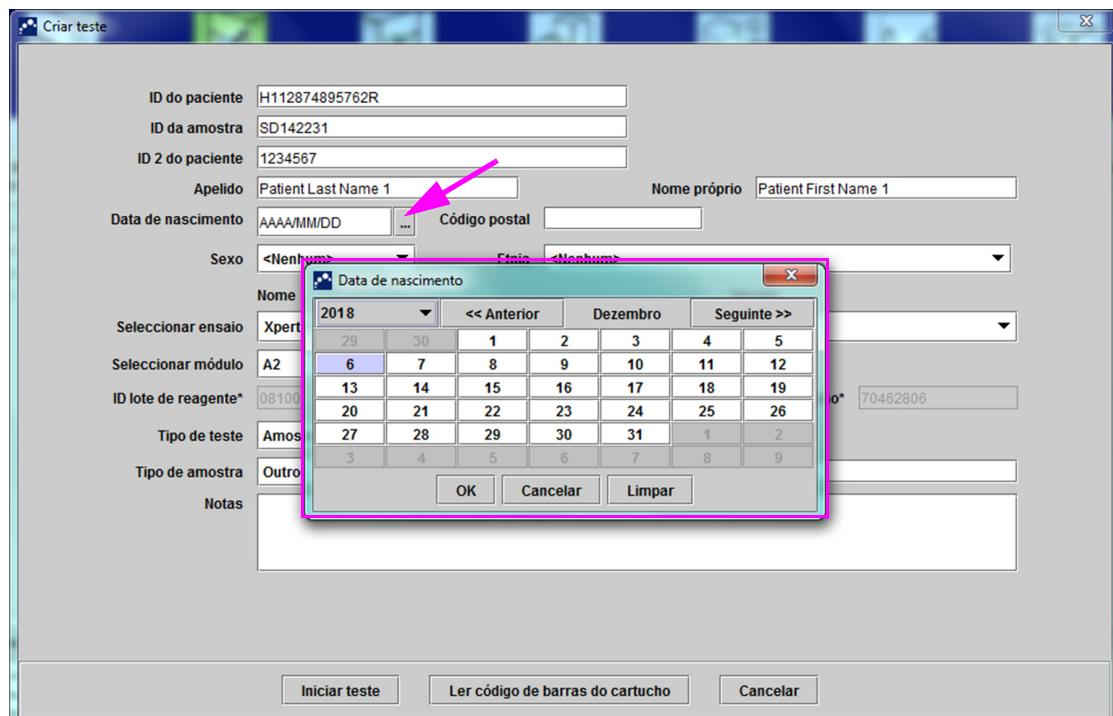

Figura 5-24. Caixa de diálogo Create Test (Criar teste) apresentando o campo Date of birth (Data de nascimento) e Calendar (Calendário)
- Utilizando os botões **<<Previous (Anterior)** e **Next>> (Seguinte)**, percorra o calendário para exibir o ano e mês correctos. Selecione a data de nascimento do doente e clique em **OK** (consulte a figura 5-24).